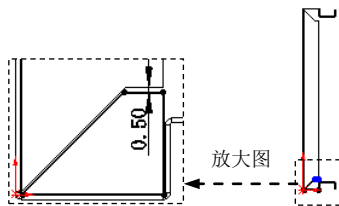

图 17.9.33 横断面草图
(5) 编辑边线法兰 11 的草图。在设计树的 **边线—法兰11** 上右击，在系统弹出的快捷菜单中单击  命令，系统进入草图环境。绘制图 17.9.33 所示的横断面草图。退出草图环境，此时系统完成边线—法兰 11 的创建。